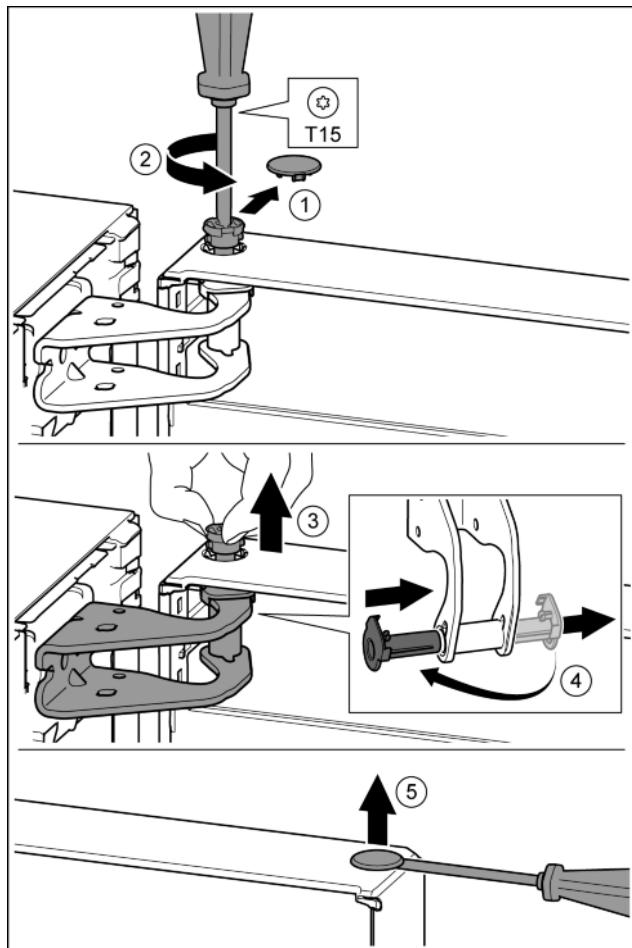

Fig. 10
- Осторожно снять предохранительную крышку. Fig. 10 (1)
- Выкрутить палец отверткой T15, выведя из зацепления с деталью. Fig. 10 (2)
- Удерживать дверь и вытянуть палец рукой. Fig. 10 (3)
- Опорную втулку вывести из направляющей. Установить и зафиксировать с другой стороны. Fig. 10 (4)
- Осторожно приподнять шлицевой отверткой заглушку из опорной втулки двери и вынуть. Fig. 10 (5)